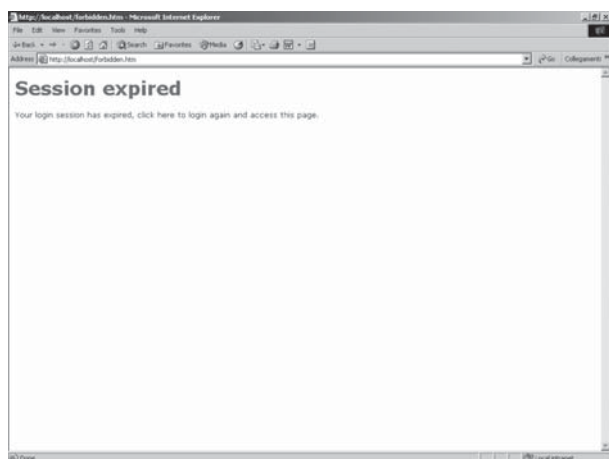

Fig. 9.a
**Nota:** humiSet non può rimanere attivo ininterrottamente per più di 20 ore. Se questo limite viene superato, potrebbe comparire la seguente pagina (Fig. 9.a):